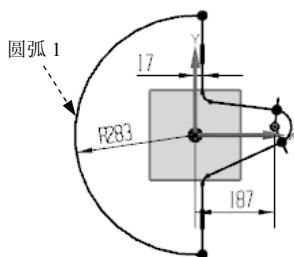
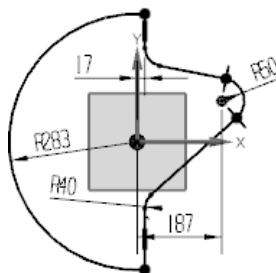

图 5.12.10 标注半径尺寸
图 5.12.11 标注其余半径尺寸
(3) 标注半径尺寸。选择下拉菜单 **插入(I)**  **尺寸(D)**  **半径(R)...** 命令，标注圆弧 1 (图 5.12.10)，半径尺寸为 283；接着标注圆弧 2、圆弧 3 (图 5.12.11)，半径尺寸值分别为 50、40。